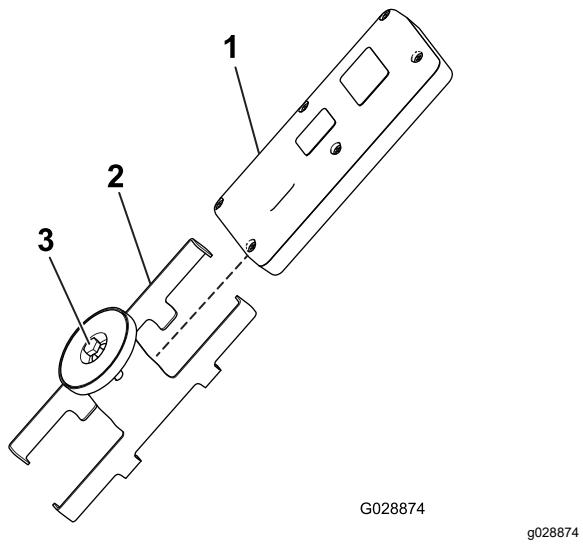

Figura 48
1. Allentate il bullone nel magnete sulla staffa magnetica del telecomando (Figura 48).
2. Fate scorrere i lati della staffa separandoli e rimuovete il telecomando (Figura 48).
8. Montate il telecomando sulla relativa staffa magnetica, fate scorrere le due metà insieme per fissare il telecomando e serrate il bullone nel magnete (Figura 48).